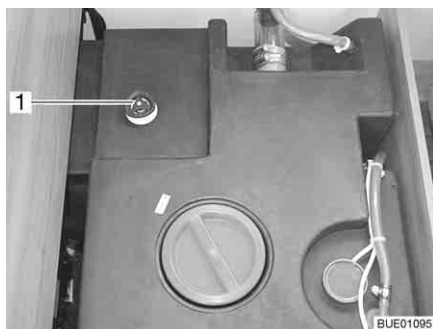
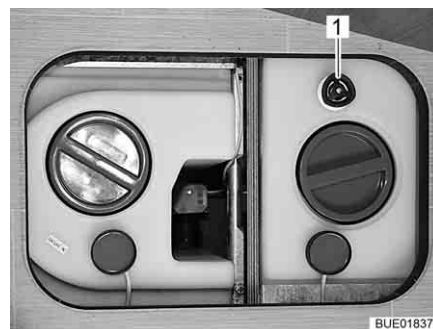

Bild 224 Vattentank med ratt (Viseo)
Bild 225 Vattentank med ratt (Elegance)
- Vrid ratten (Bild 224,1 resp. Bild 225,1) på vattentanken moturs mot motståndet till stoppläget för att öppna utloppsöppningen helt.